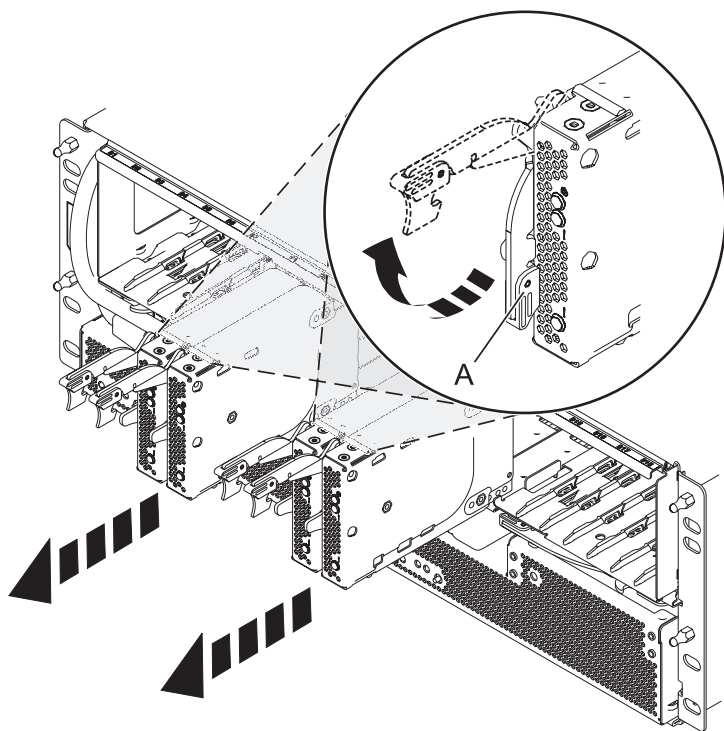

Figure 75. Retrait de la carte de port du fond de panier
5. Retirez les cartes de port et les obturateurs, comme illustré dans la figure 75, à la page 82.